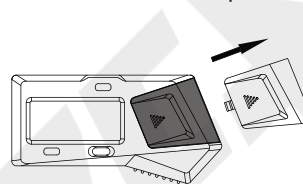

Fig.1
- Rimuovere il coperchio della batteria (Fig.1)